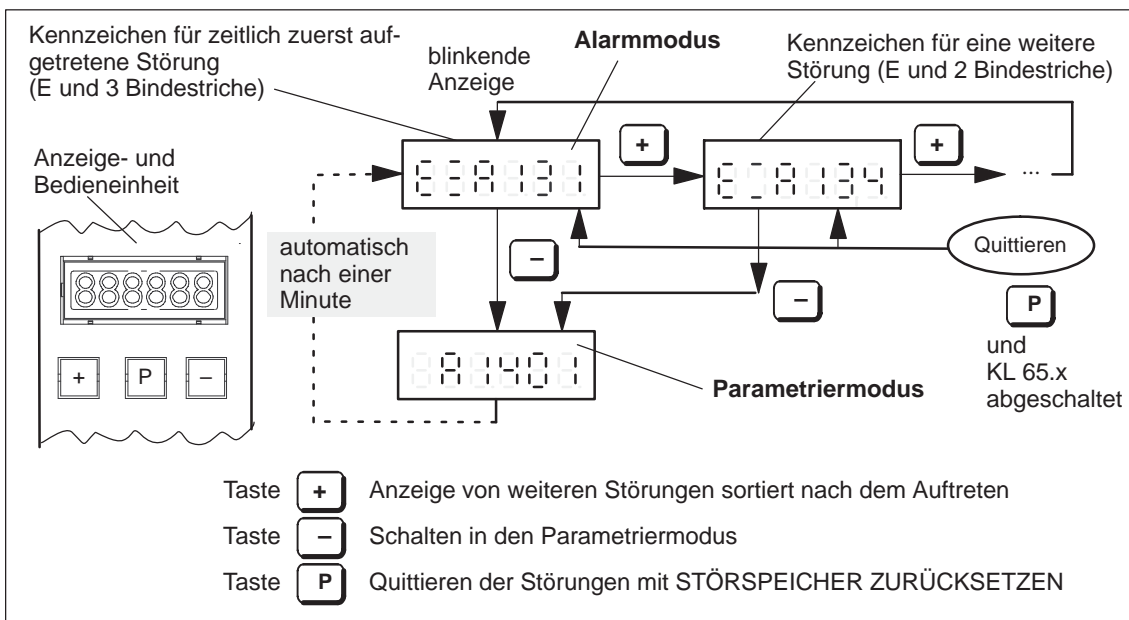

Bild 7-2 Bedienen, wenn mehrere Störungen aufgetreten sind
2. So sieht es aus, wenn mehrere Störungen aufgetreten sind (siehe Bild 7-2).